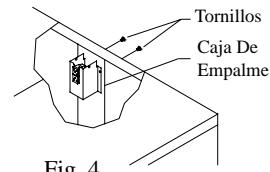

Fig. 4
- Quite la caja de empalme.** La caja de empalme se encuentra en el poste izquierdo central en la parte superior del interior del enfriador. Quite los dos tornillos de la caja y aparte la caja del panel para tener acceso al cableado (véase fig. 4).